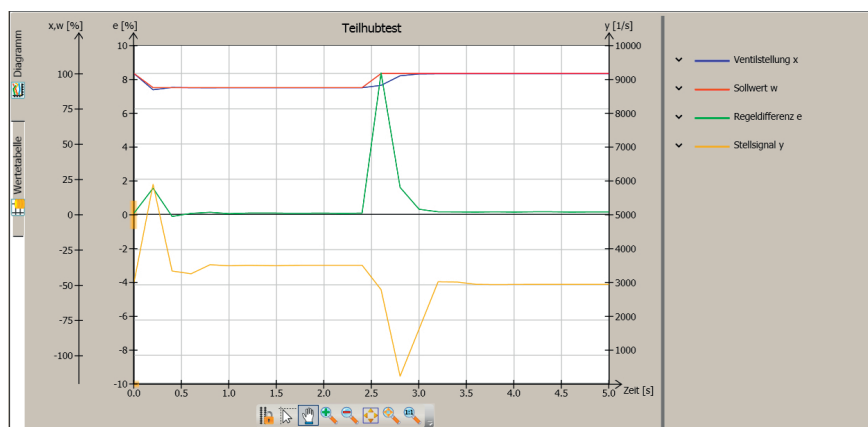

Bild 5: Teilhubtest (PST)
2.2.2 Stellsignal y Hysterese (Bild 5)